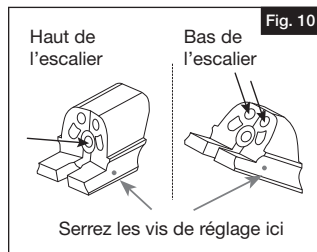
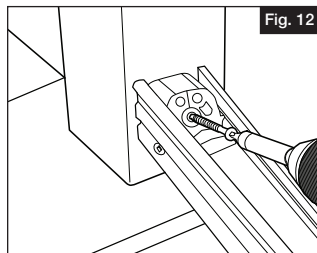

Fig. 10
Fig. 12
- a. Installez une #6 x ¾" (no. 6 x 1,9cm) vis de réglage sur l'intérieur du longeron inférieur pré perforé, en vous assurant que les vis de réglage connectent le longeron inférieur pré perforé au support d'attache, dans l'emplacement indiqué en Figure 10. Ceci devrait être le plus près possible de la face interne du support afin que la vis soit bien enfoncée.
- c. Sécurisez les supports au poteau à l'aide de 3 #10 x 2.5" (no. 10 x 6,35cm) vis de montage (G) sur chaque support, en débutant par le trou de la vis du centre (Figure 12). Si en l'utilisant avec un poteau structurel Barrette et des vis, vous entrez en contact avec de l'acier, utilisez alors les vis non peintes de # 10 x 2"/ (no. 10 x 5,08cm) (1) lorsque nécessaire. Ceci peut se produire aux endroits des vis indiqués en Figure 10, dépendamment de l'angle de l'escalier.